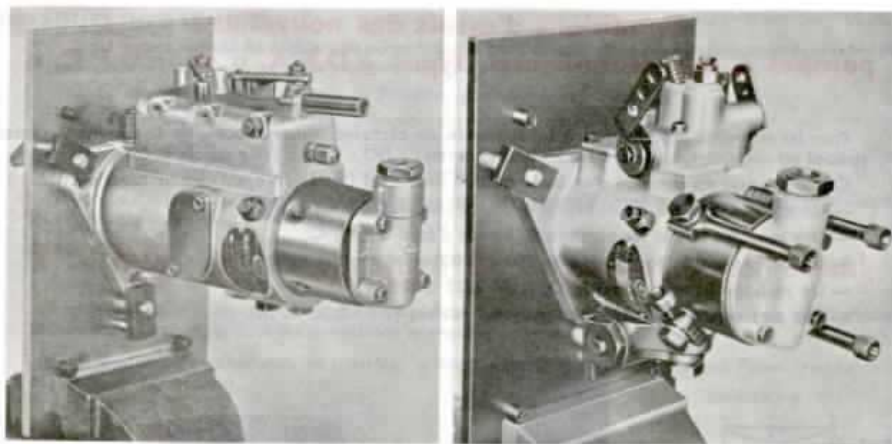

Fig. 1. — Pompes à régulateur mécanique (à gauche) et hydraulique (à droite), placées sur la plaque support.
- Effectuer la lecture du débit au niveau inférieur du ménisque (voir fig. 1).
Cet équipement est composé d'un **banc mobile universel** (fig. 1 bis) ayant comme caractéristiques :
La pompe à distributeur rotatif D.P.A. peut être équipée d'un régulateur mécanique (cas le plus général) ou d'un régulateur hydraulique (fig. 1, 2 et 3).
- Sortir l'arbre cannelé et placer la pompe sur la plaque support (fig. 1).
- Dévisser les deux écrous de maintien du capot du régulateur. Déposer ce capot ainsi que son joint (1).